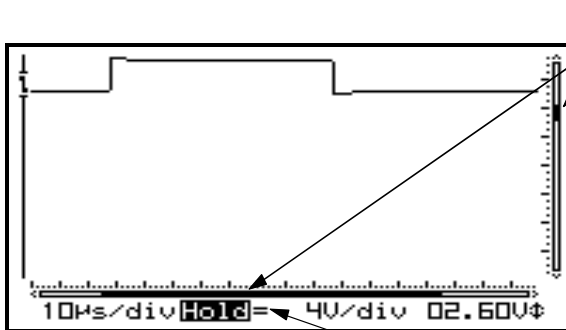

Fig 30
Druk eerst op de 'X/Y-pos'-toets vóór men de pijltoetsen indrukt voor het verschuiven van het signaal in de richting van de pijlen. Langdurig indrukken zal de X of Y-positie sneller verschuiven. Een zwarte scrollbar (1) duidt de relatieve positie van het signaal in het voorbeeldscherm. (*enkel voor de HPS40*). See fig. 30